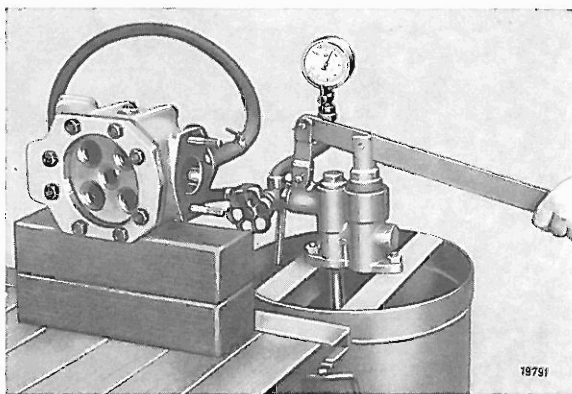

Bild 01-8/1
5. Möglichst warmes Wasser von 70° C in den Behälter der Druckpumpe einfüllen (siehe Bild 01-8/1), Zylinderkopf mit eingebauter Schutzhülse abpressen und auf Dichtheit prüfen. (Siehe Tabelle 01-0)